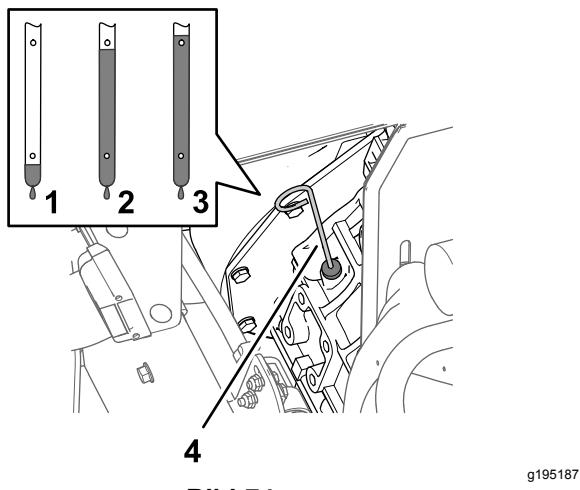

Bild 74
- Nehmen Sie den Peilstab heraus und lesen den Ölstand im Motor ab (Bild 74).
- Gießen Sie langsam weiteres Öl der angegebenen Sorte ein, um den Ölstand bis zur Voll-Markierung am Peilstab anzuheben (Bild 74).